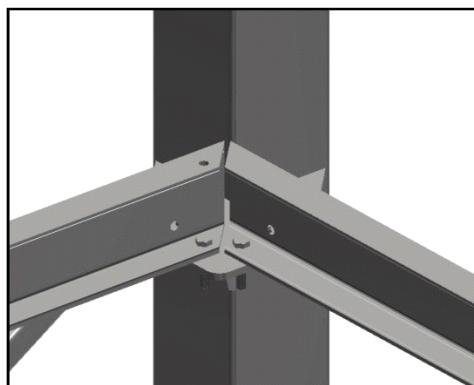

рис. 5
3. На нижние опорные поверхности устанавливаются элементы нижней обвязки и крепятся болтами М12х50 с шайбами и гайками. Элементы устанавливаются напротив друг друга, аналогично устанавливаются и элементы (рис. 5).